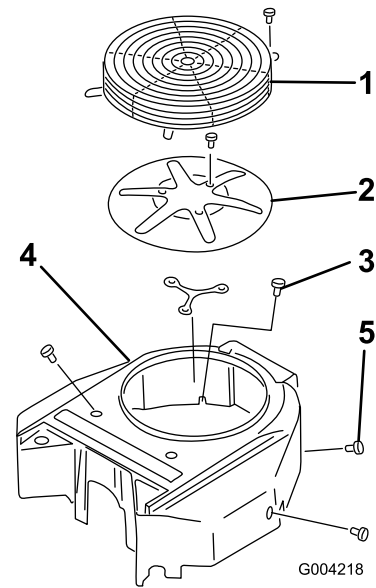

Figure 67
Avant chaque utilisation, enlevez l'herbe, les saletés et autres débris éventuellement accumulés sur la grille du moteur. Cela permet d'assurer un refroidissement et un régime moteur corrects, et réduit les risques de surchauffe et de dégâts mécaniques du moteur (Figure 67).
3. Retirez la grille d'entrée d'air, le lanceur et le boîtier du ventilateur (Figure 67).
5. Remettez la grille d'entrée d'air, le lanceur et le boîtier du ventilateur (Figure 67).